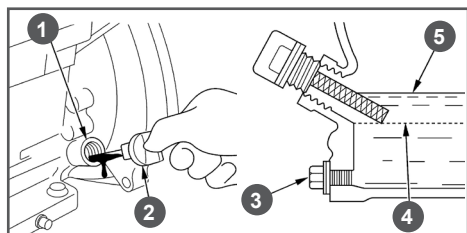

Рис. 13 Замена моторного масла
2. Открутите крышку/щуп картера (Рис.13).
5. Залейте рекомендованное масло до необходимого уровня. Нормальным считается уровень до нижнего края заливной горловины (Рис.13).